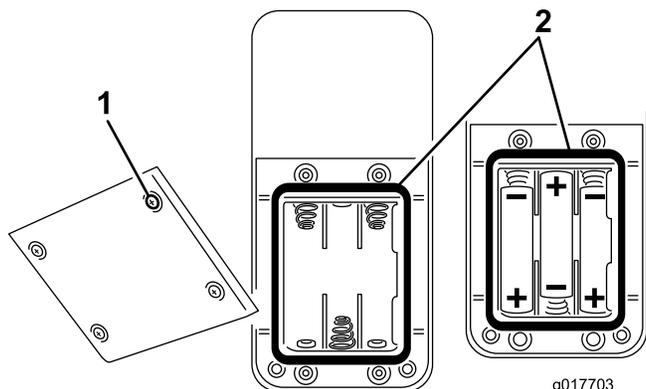

Figura 31
2. Se il vano batteria è vuoto, inserite tre batterie AAA nuove. Posizionate le batterie come illustrato nella Figura 31.
3. Per sostituire le batterie scariche, rimuovete le vecchie batterie e inserite tre batterie AAA nuove. Posizionate le batterie come illustrato nella Figura 31.